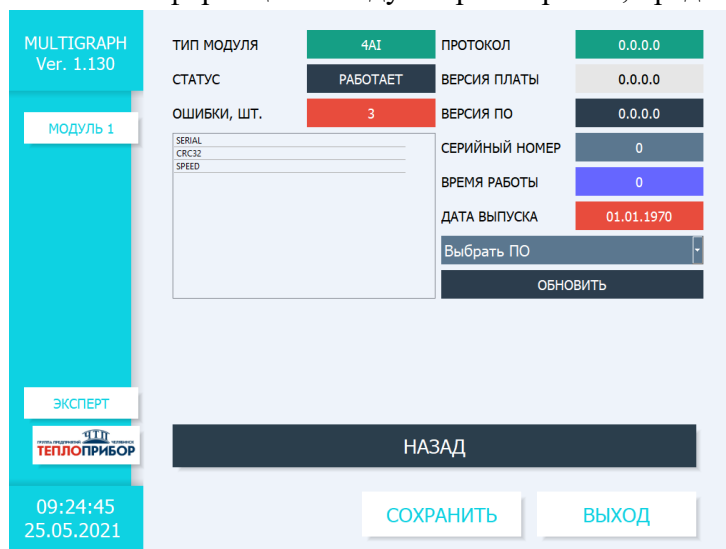

Рисунок 2.64 – Информация о модулях расширения
2) Доступная пользователю информация о модулях расширения, представлена на рис. 2.64.